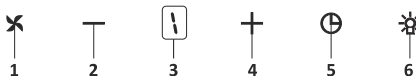

Fig. 15: Botón digital de 5 vel.
1. ➤ Pulse este botón para encender el producto. Fig. 15
2. ➤ Pulse este botón para disminuir la velocidad del motor. Fig. 15
3. ➤ Pantalla digital Puede seguir la velocidad a la que el producto está trabajando actualmente en esta pantalla. Fig. 15
4. ➤ Pulse este botón para aumentar la velocidad del motor. Fig. 15
5. ➤ Cuando se presiona el botón del temporizador, se activará una función de temporizador de 15 minutos, la pantalla emitirá una señal una vez que se inicie el temporizador y el motor se detendrá automáticamente después de 15 minutos. Fig. 15
6. ➤ Pulse este botón para encender y apagar la lámpara. Fig. 15